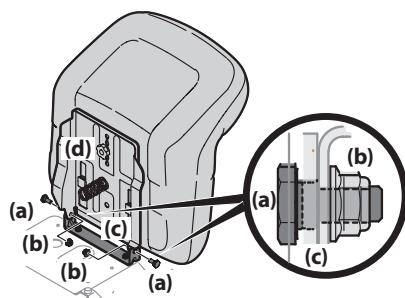

Figura 7
5. Ubique el conjunto del asiento sobre el soporte de montaje del asiento, alineando los orificios suministrados. Vea la Figura 7.
6. Instale los dos pernos con reborde (a) y las tuercas de seguridad (b) que extrajo del soporte de montaje (c) del asiento en el Paso 1. Consulte la Figura 7.
7. Para ajustar la posición del asiento, afloje la perilla de ajuste (d) que están ubicadas en la parte inferior del asiento. Deslice el asiento hacia adelante o hacia atrás, según lo deseé. Vuelva a ajustar la perilla de ajuste (d). Consulte la Figura 7.